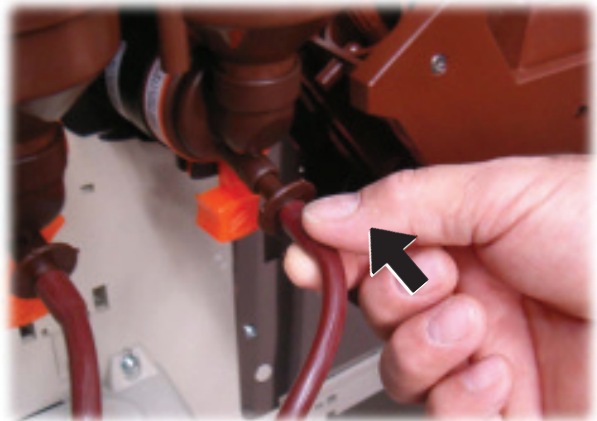

Abb. 14
14. Die Muffe **B** in den ersten Mixer einstecken. (Abb. 14).